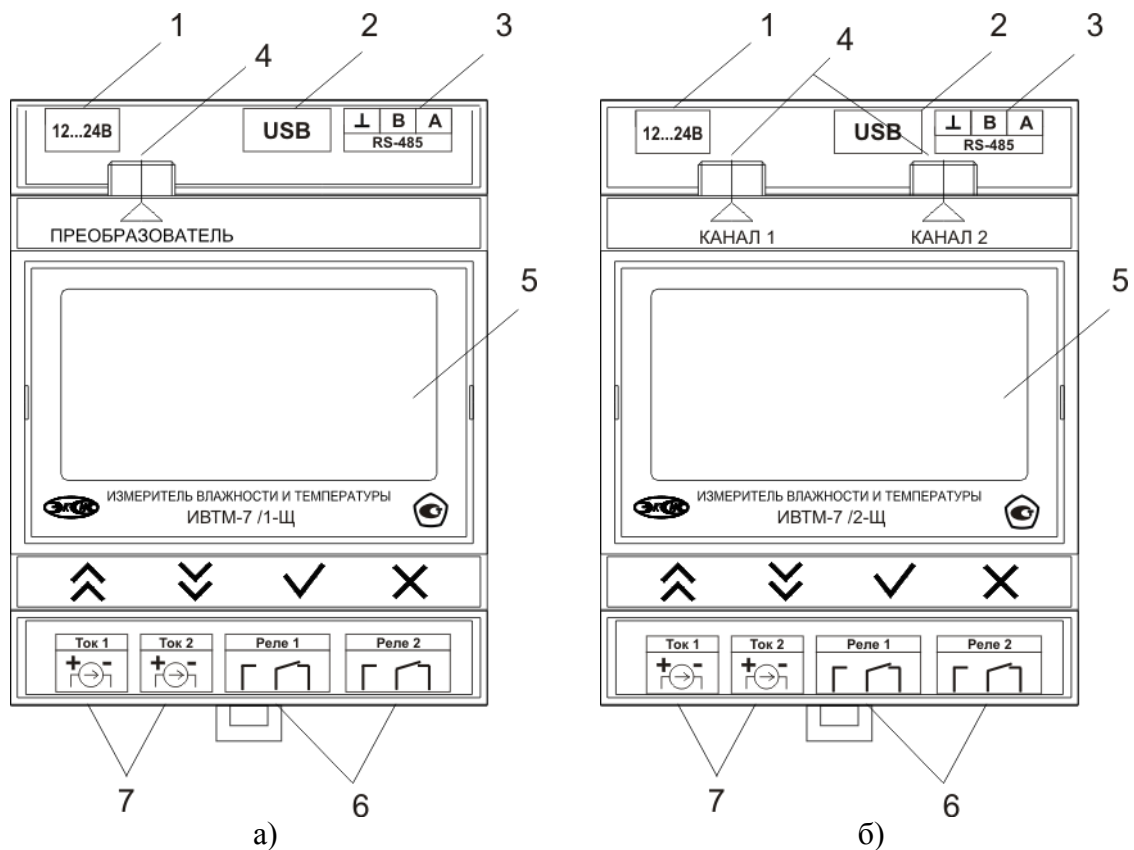

Рисунок 3.1 Передняя панель измерителя
**Разъем поз.4** (рисунок 3.1) предназначен для подключения преобразователей к прибору. Цоколевка разъема приведена на рисунке 3.5.